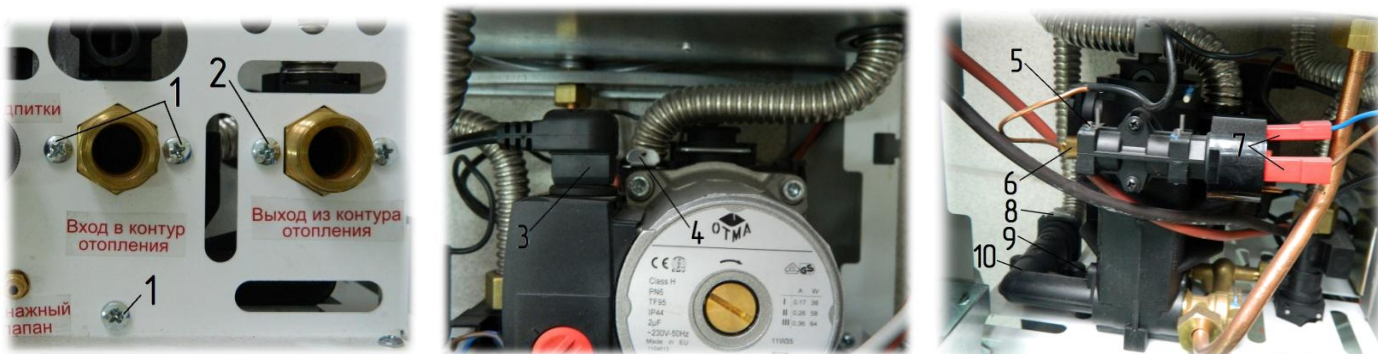

Рис. 17. Демонтаж насоса
- 5) отсоединить колодку 3 (см. Рис. 17) с проводами питания насоса из разъема;